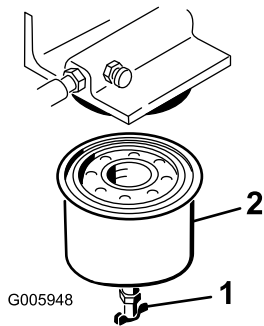

Figura 32
5. Abra la válvula de drenaje (Figura 32) y vacíe el combustible del filtro de combustible en un recipiente adecuado; elimínelo correctamente.
6. Retire el filtro de combustible con una llave para filtros (Figura 32).